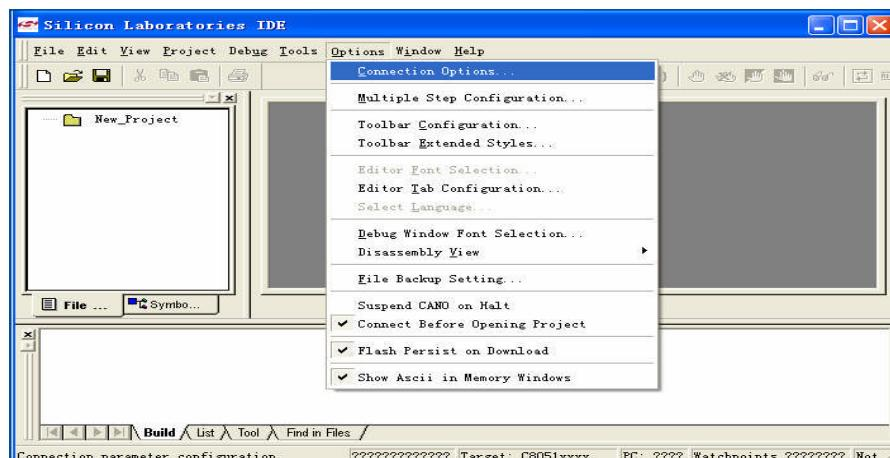
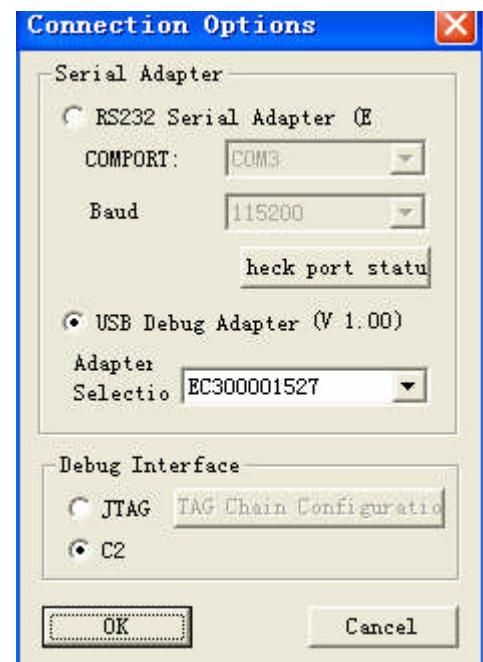
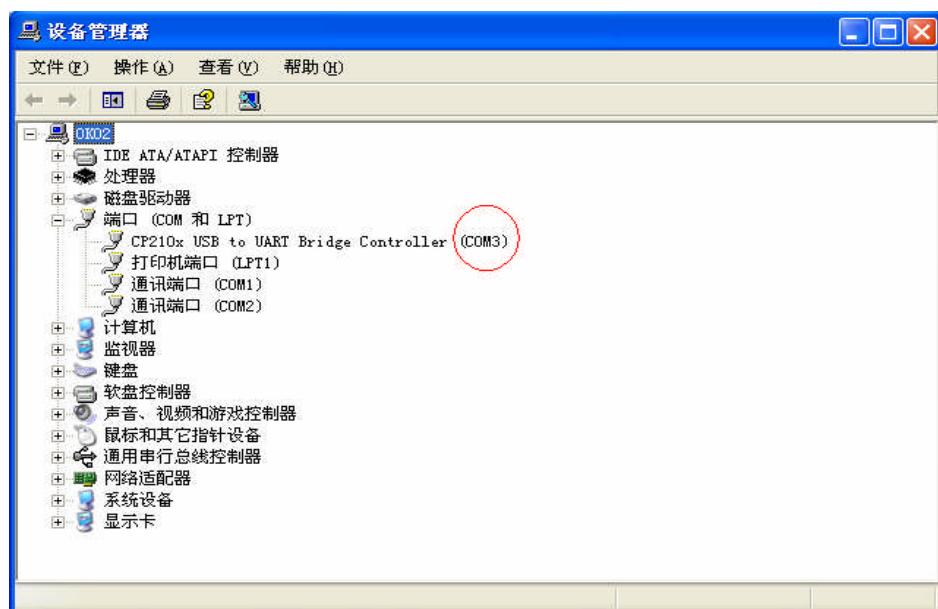

图 2
图 3
图 4
具体操作: 连上USB线将J5、J6的2、3脚短接。将F040_example\F040_uart目录下的程序文件编译下载到开发板中去后运行程序，在串口助手（选择相应的COM口如图4所示，波特率9600）发送区发送一个字符，在接收区上接收到发送来的字符。
3. 安装结束, 打开 IDE 集成开发环境, 在新建或打开原有的项目后, 点击主菜单“Options”选择“Connection Options..”选项 (如图 2 所示), 进入图 3 界面。
(1) 若调试器使用 U_EC3/ U_EC5, 选择与图 3 相同选项, 点击 OK 即可进行连接、程序下载和在线调试。
(2) 若调试器使用 U_EC2, 图 3 中“Serial Adapter”框选“RS232 Serial Adapter...”一项。其中,“COMPORT”的选择要参照“设备管理器”的端口选项(图 4 中红色圆圈)。已知红色圆圈内容后,点击“COMPORT”复选框,选择“Other COM”项,输入与“设备管理器”中相同的 COM 口值(如“3”注:只输入“3”),则“COMPORT”复选框的内容为“COM3”。点击 OK 即可进行连接、程序下载和在线调试。